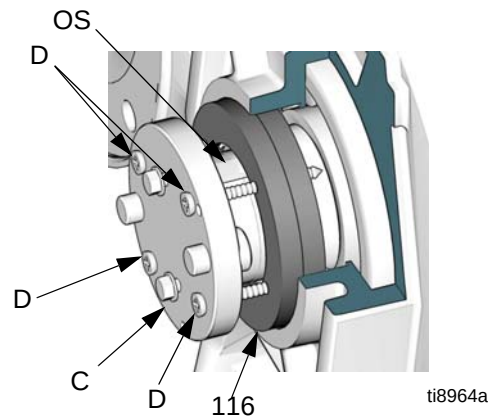

FIG. 8. Retire los sellos del eje de salida
4. Retire las dos sellos de salida (116) como sigue:
- Consulte la FIG. 8. Coloque la herramienta (C) en el eje de salida (OS). Manténgala en su lugar.
- Perfore agujeros guía de 2,8 mm (7/64 in) de diámetro en los sellos (116), usando los orificios para los tornillos para chapa metálica (D) como una plantilla. Instale los tornillos para chapa metálica (D) a través de la herramienta y en los sellos (116).
- Apriete los tornillos (D) de forma uniforme para extraer ambos sellos.